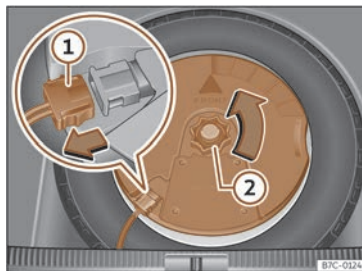

Fig. 236 Al maletger: desmuntar el subwoofer.
- Desconnecteu el cable de l'altaveu subwoofer»» fig. 236 ①.
- Gireu la rodeta de fixació en sentit contrari a les agulles del rellotge»» fig. 236 ②.